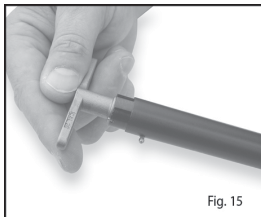

Fig. 15
**1)** Desenrosque o tubo de choque, girando a chave em sentido contrário dos ponteiros do relógio, (esquerda) e extraia-o completamente. (Fig.15).